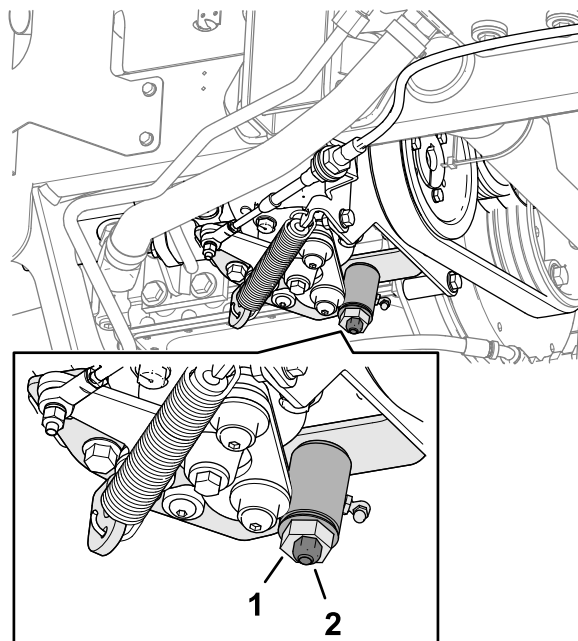

Рисунок 74
3. Ослабьте контргайку на кулачке регулировки тяги (Рисунок 74).